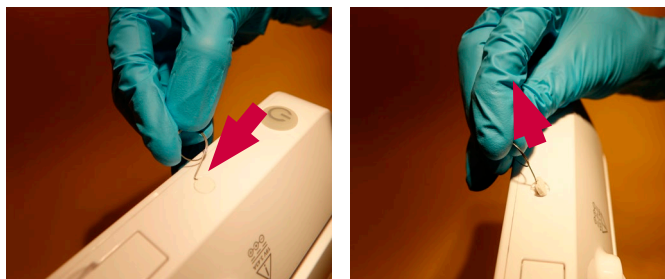

Figura 5 Remover a tampa do parafuso
d) Remova as tampas redondas dos parafusos em cada lado da unidade de visualização (Figura 5)